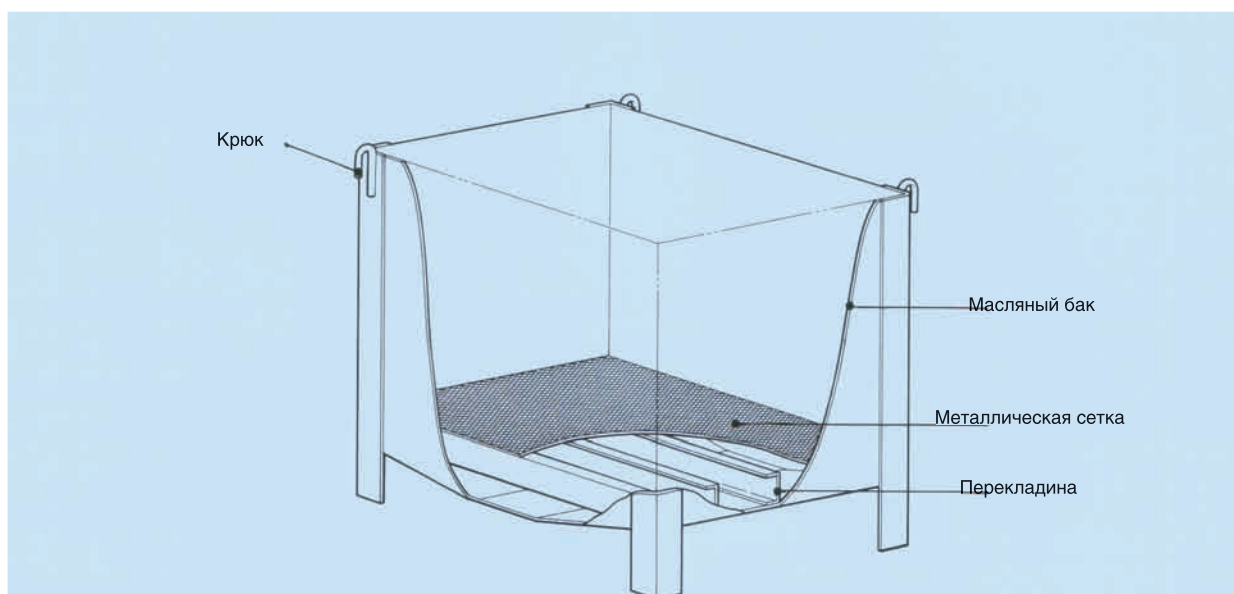
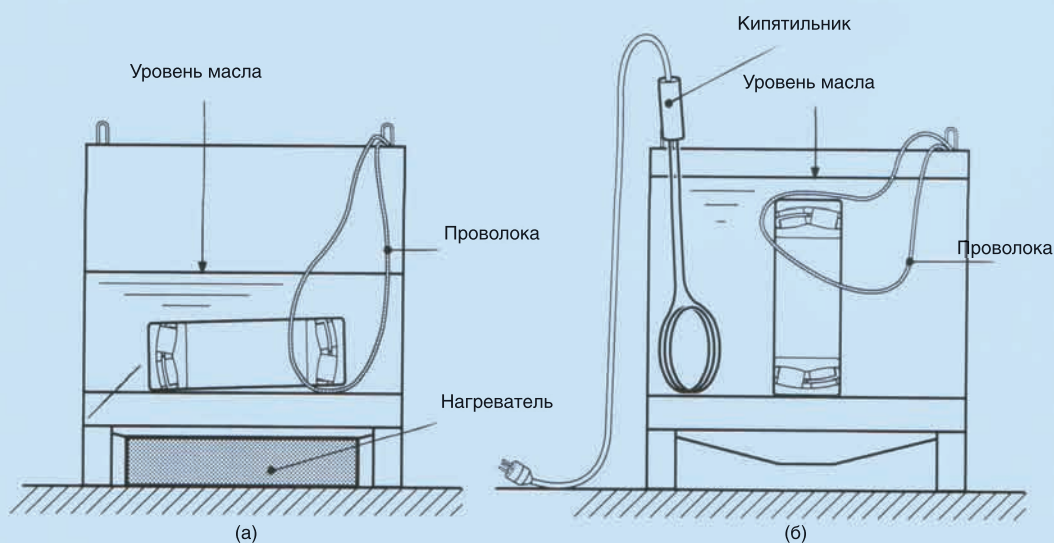

Рис. 6.4 Конструкция ванны подогрева масла
Рис. 6.5 Способ нагрева
- 1) С применением ванны для разогрева маслом (рис. 6.4 и рис. 6.5 (а)(б))